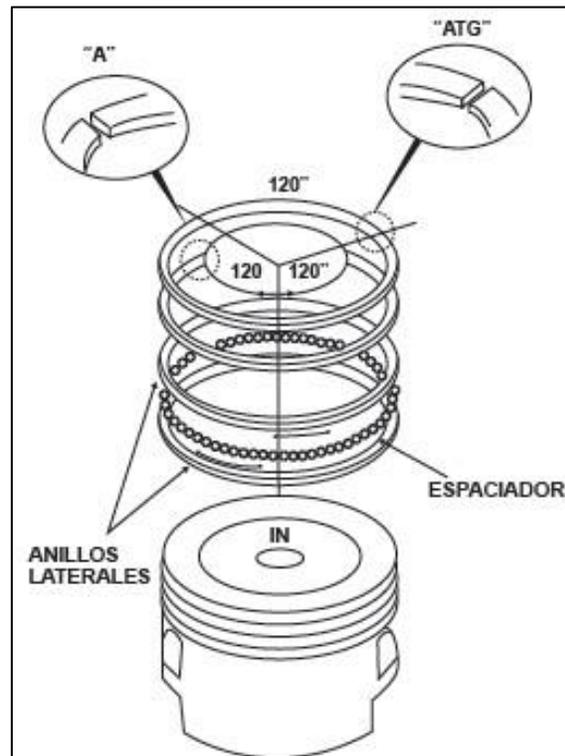

Fig. 47
Instale el primer y segundo anillo del pistón a 120° equidistantes uno del otro, y los de aceite a 20 mm uno a la derecha y el otro a la izquierda formando una (Y) como muestra la figura. **Fig. 47**